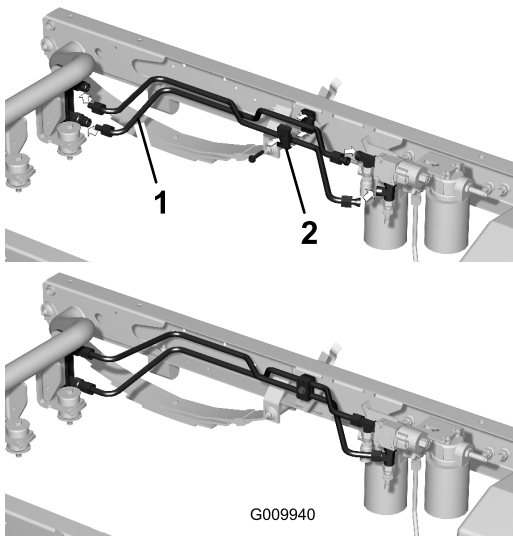

Figure 14
1. Branchez, sans serrer, une conduite hydraulique rigide au raccord rapide inférieur et au raccord en T arrière sur la vanne (Figure 14).
2. Branchez, sans serrer, une conduite hydraulique rigide au raccord rapide supérieur et au raccord en T inférieur sur la vanne (Figure 14).
3. Fixez les conduites rigides avec des colliers et une vis (5/16" x 1 1/2"), en plaçant les colliers comme illustré Figure 14.